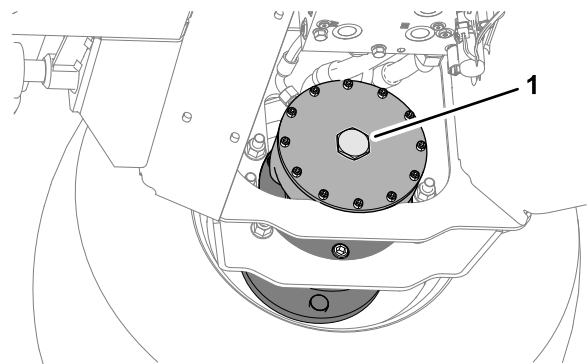

Figura 41
5. No conjunto de travões de disco do motor da roda da frente do lado direito, retire o tampão hexagonal (Figura 41).